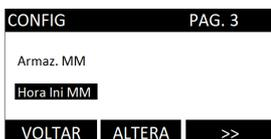

Figura 4
- 3) Caso o esquema de gravação **Data/Hora** esteja ativo, selecione o menu **Hora Ini MM** para definir o horário de início das gravações. Confirme a intenção de edição com o comando **ALTERA** (figura 4).